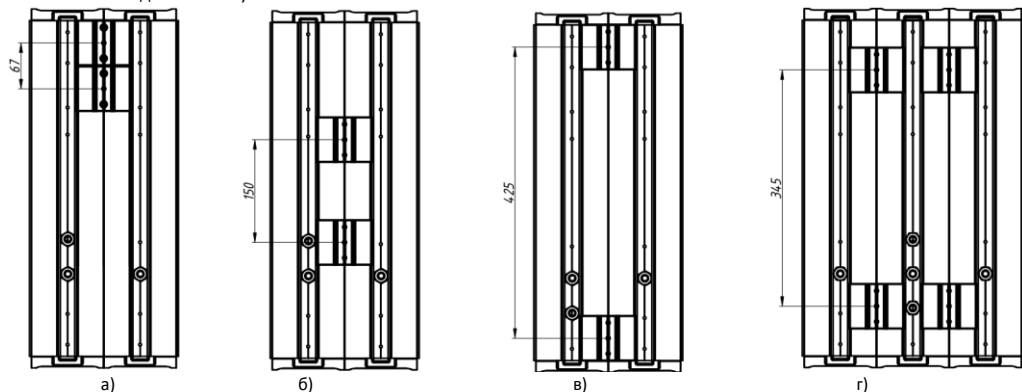

Рисунок 14 — Расположение планок (на примере Element 0,5x2 и 0,5x3) для установки креплений:
5.11.1 Для установки крепления на светильники Element 0,5x2; 0,5x3; 1x2; 1x3 на корпусе предусмотрены Планки соединительные. Перед установкой крепления отрегулируйте положение планок на корпусе в соответствии с ответными отверстиями на устанавливаемом креплении (Рисунок 14).